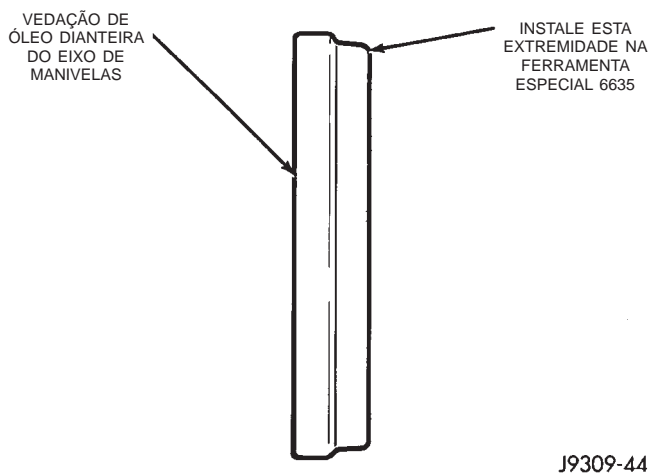

Fig. 34 Colocação da Vedação de Óleo na Ferramenta de Instalação 6635
(2) A superfície de montagem da bomba d'água deve estar limpa.
(3) Usando uma nova gaxeta da tampa, instale cuidadosamente a tampa da caixa de corrente par evitar danificar a gaxeta do cárter de óleo. Use uma pequena quantidade de Mopar® Silicone Rubber Adhesive Sealant (Selante de Silicone Mopar®), ou equivalente, na gaxeta entre a gaxeta da tampa da corrente de distribuição e a gaxeta do cárter de óleo. Aperte com a mão os parafusos da tampa da corrente de distribuição agora.
(4) Coloque o diâmetro menor da vedação de óleo sobre a Ferramenta de Instalação de Vedação de Óleo Dianteira 6635. (Fig. 34). Assente a vedação de óleo no entalhe da ferramenta.